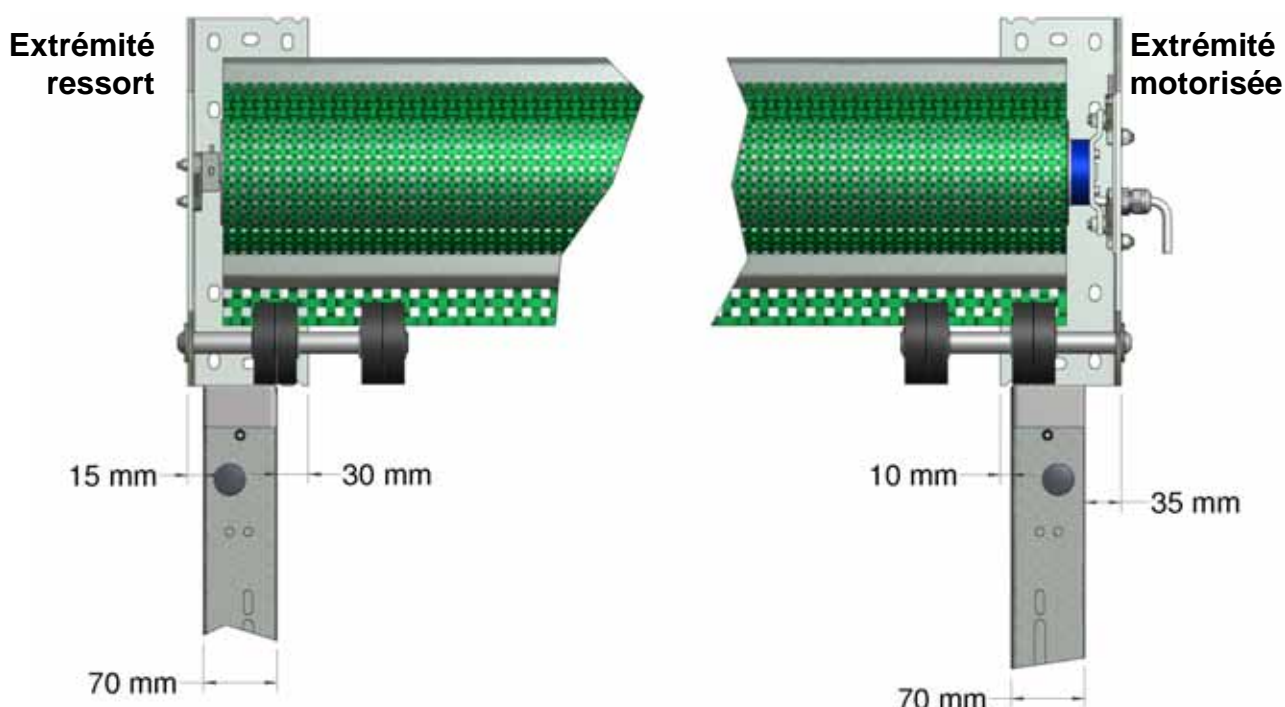
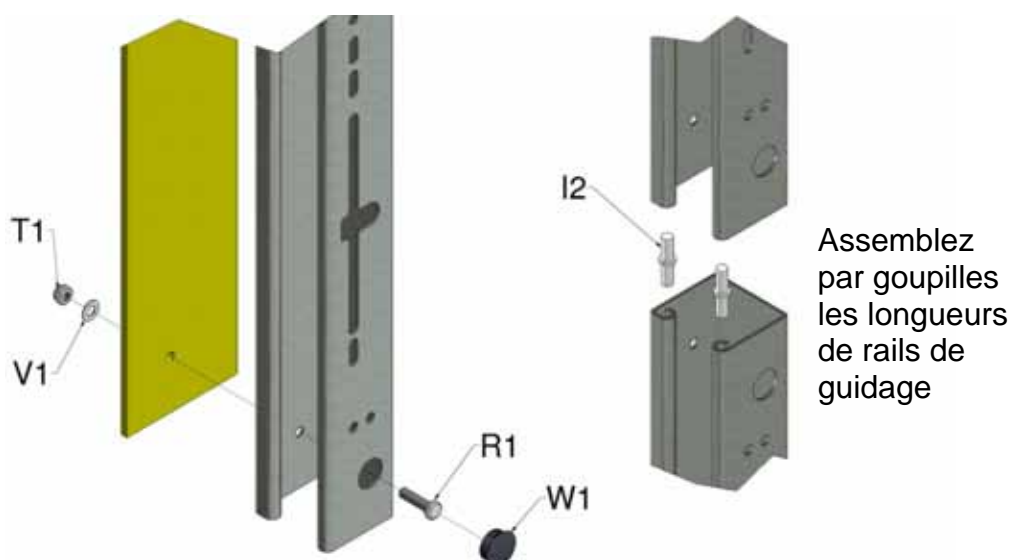

Figure 11a, emplacement du rail de guidage
Figure 11b, boulonnage des rails de guidage et assemblage du rail de guidage à la paroi
9. Fixez les rails de guidage au bâtiment à l'aide de fixations M8 distantes de 100 cm entre axes. Si les rails sont fournis en longueurs partielles, alignez chaque section à l'aide des goupilles de jointement (I2) fournies (figure 11a et figure 11b).